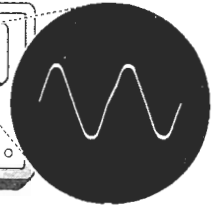

Fig. 49b
- Zet het X-kanaal van de oscilloscoop op „intern”. Regel de Y-versterking en de X-snelheid tot een afbeelding volgens fig. 49b zichtbaar wordt.